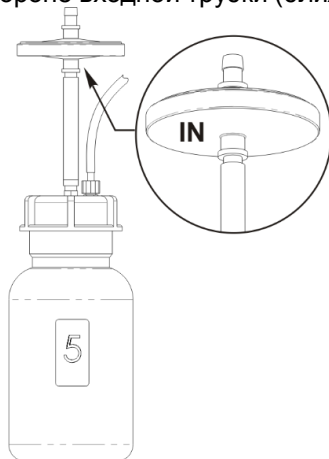

Рисунок 12. Установка фильтра
- 9.6. Замена гидрофобного фильтра (рис. 12).
Внимание! Соблюдайте расположение фильтра согласно рис. 12. Обозначение **IN** должно быть расположено на стороне входной трубки (ближе к бутылке-ловушке).